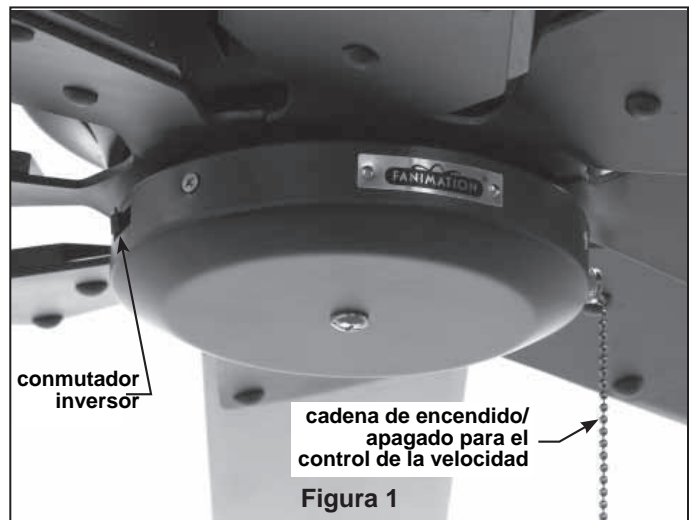

Figura 1
2. Verifique el funcionamiento del ventilador tirando levemente de la cadena de encendido/apagado. (Figura 1)